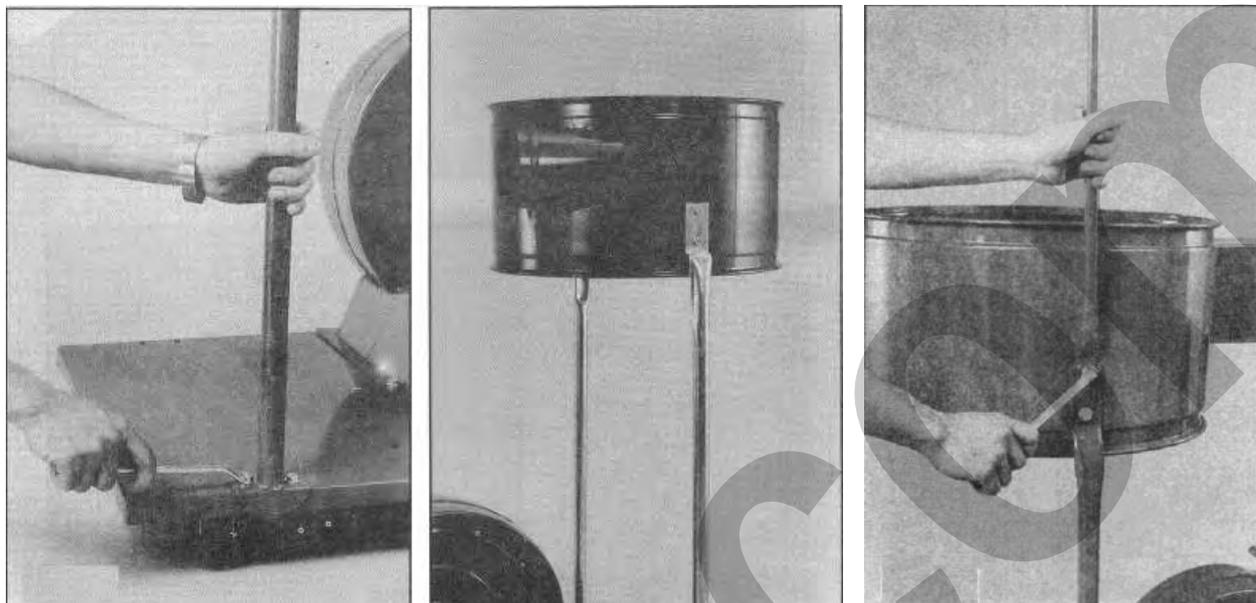

Figura 11 – Montaggio dei supporti e del corpo convogliatore.
6. Collegare un'estremità del tubo flessibile (A) al collettore di uscita del carter della ventola di aspirazione (Figura 11) ed assicurarla con la fascetta (M).